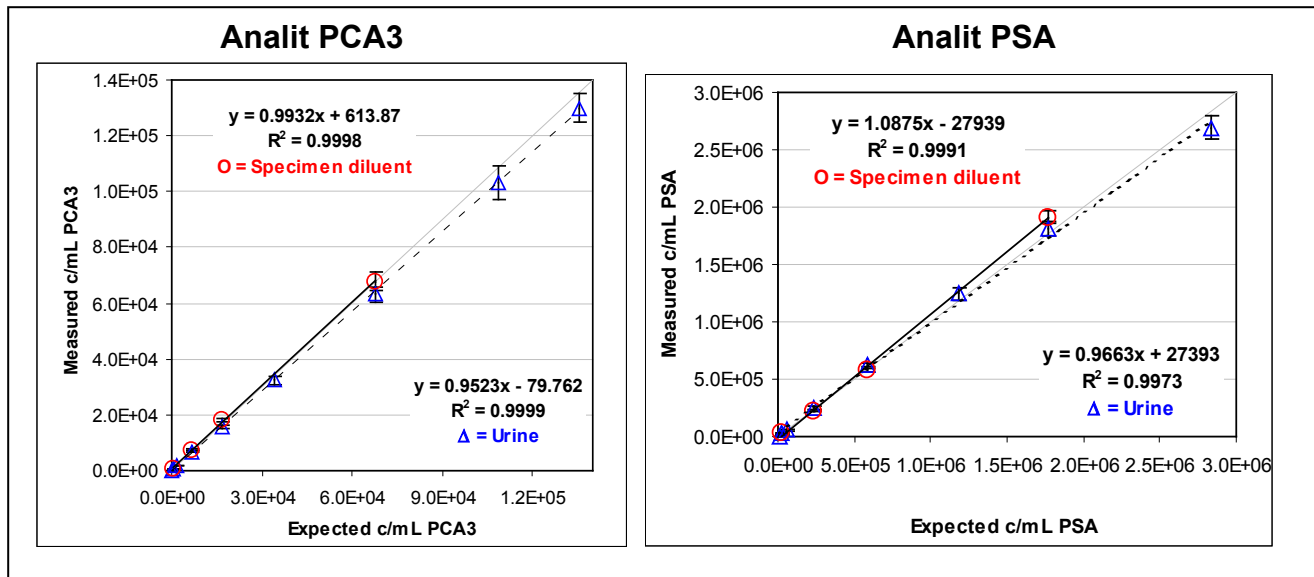

Figura 4. Linearitatea Analizei Progensa PCA3 pentru Analiti PCA3 si PSA
Intervalul linear al Analizei Progensa PCA3 a fost determinat in conformitate cu CLSI EP6-A (2003) (8) pe baza analizei regresiei lineare (metoda celor mai mici patrate). Doua seturi de serii de diluare au fost pregatite din specimene continand concentratii mari de ARN PCA3 si PSA. Un set a fost diluat in urina procesata recoltata de la femei si un set a fost diluat in diluant pentru specimene. Dilutiile au parcurs intregul interval al analizei intre valoarea cea mai scazuta si cea mai ridicata a calibratorilor pozitivi pentru fiecare. Pentru ambii analiti PCA3 si PSA, rezultatele masurate prin analiza au indicat o relatie de direct proportionalitate intre dilutiile testate si c/mL de analit raportate. Nu a existat nici un efect semnificativ al matricei diluantului. A se vedea Figura 4.